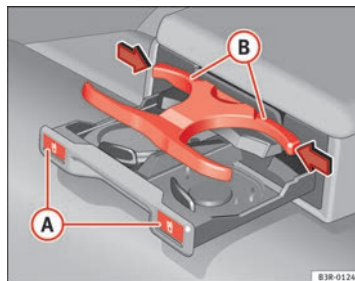

Abb. 121 Getränkehalter in der Armlehne hinten
- Drücken Sie auf das Symbol  (A) ⇒ Abb. 121.